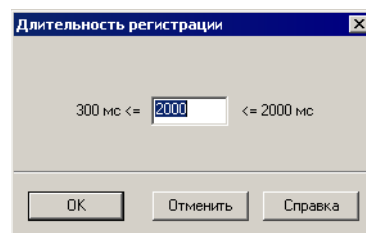

рис. 6-14 Диалоговое окно Длительность регистрации в DIGSI
- В меню выберите пункт **Устройство - Пуск записи повреждения для проверки...** . Откроется окно Длительность регистрации (рис. 6-14, стр. 243).